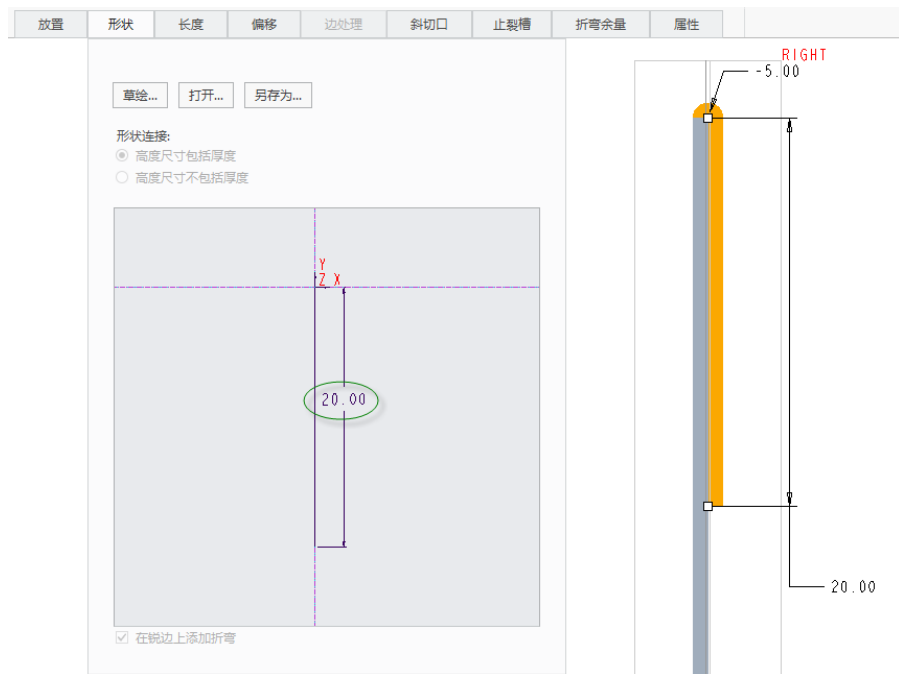

图 6-10 指定形状尺寸
(4) 在“凸缘”选项卡上选择 , 在其后的尺寸框中输入“-5”并按〈Enter〉键；选择 , 在其后的尺寸框中输入“-5”并按〈Enter〉键。
(5) 在“凸缘”选项卡中单击“形状”按钮，打开“形状”面板，接着在“形状”面板的草绘窗口中设置图 6-10 所示的形状尺寸。